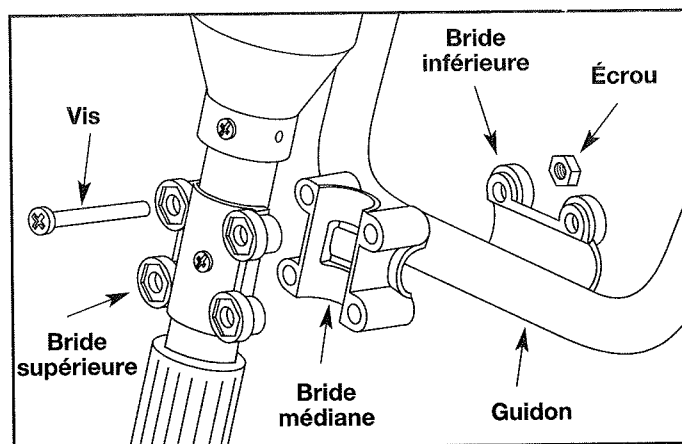
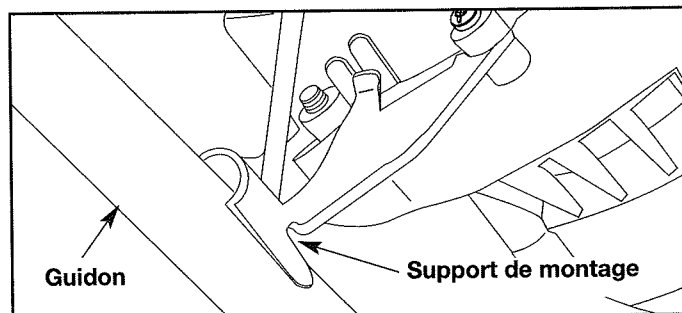

Fig. 4
Fig. 5
1. Placez le guidon entre les brides inférieure et médiane (Fig. 4).
3. En procédant un par un, tenez d'un doigt chaque écrou hex dans le renfoncement de la bride inférieure et posez une vis à travers la bride. Commencez à visser à l'aide d'un grand tournevis à embout cruciforme. Faites la même chose pour les trois (3) autres écrous et vis. Ne serrez pas avant de régler le guidon.
4. Placez les deux (2) brides du guidon de chaque côté, près du sommet du guidon. Pivotez le guidon vers le haut jusqu'à ce qu'il repose sur la partie extérieure des deux supports de montage sur le moteur (Fig. 5).